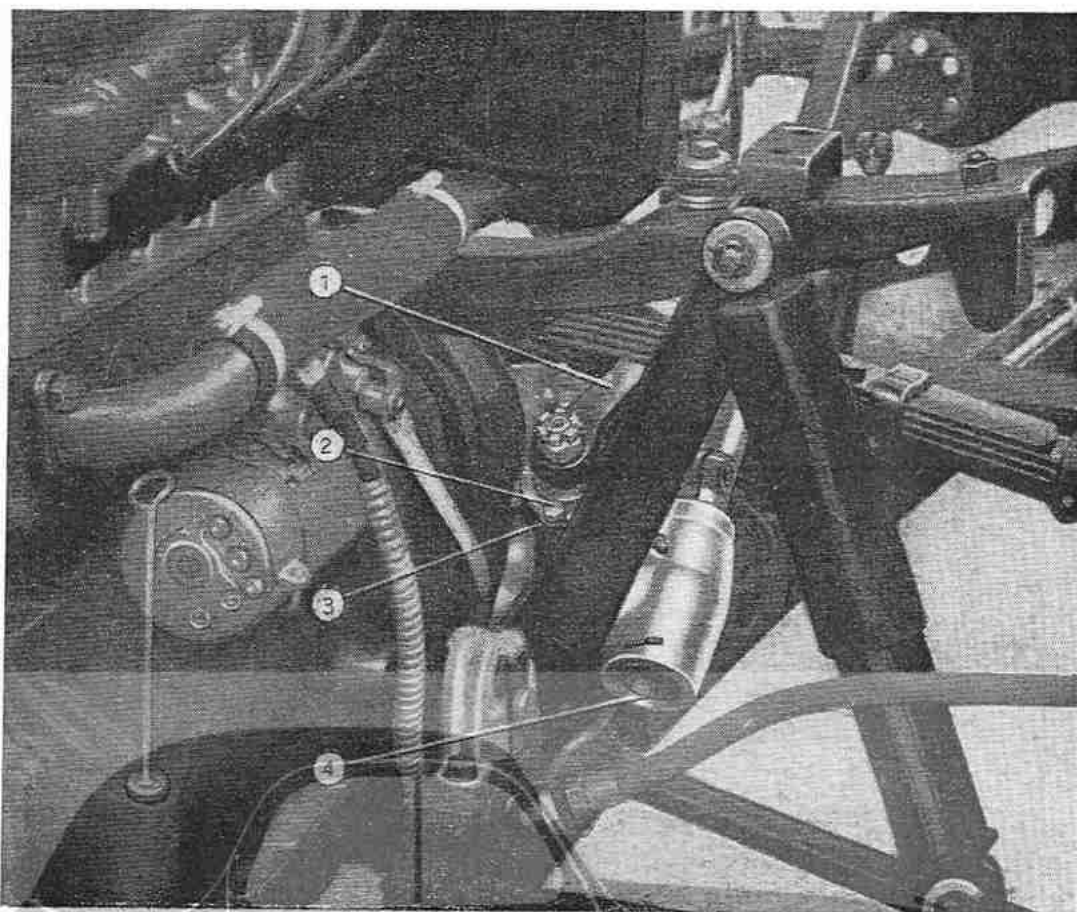

Fig. 43. - Regolazione giuoco fra vite e settore della guida.
- Svitare la vite (2, fig. 43) che fissa la piastrina di registro, far ruotare la boccola eccentrica per mezzo della piastrina stessa, nel senso di avvicinare il settore alla vite elicoidale e di un angolo tale che sia possibile fissare nuovamente la piastrina mediante il secondo foro.
La regolazione dell'eventuale giuoco dei cuscinetti a rulli della vite si effettua agendo sulla ghiera (4, fig. 43) posta sulla estremità della scatola.